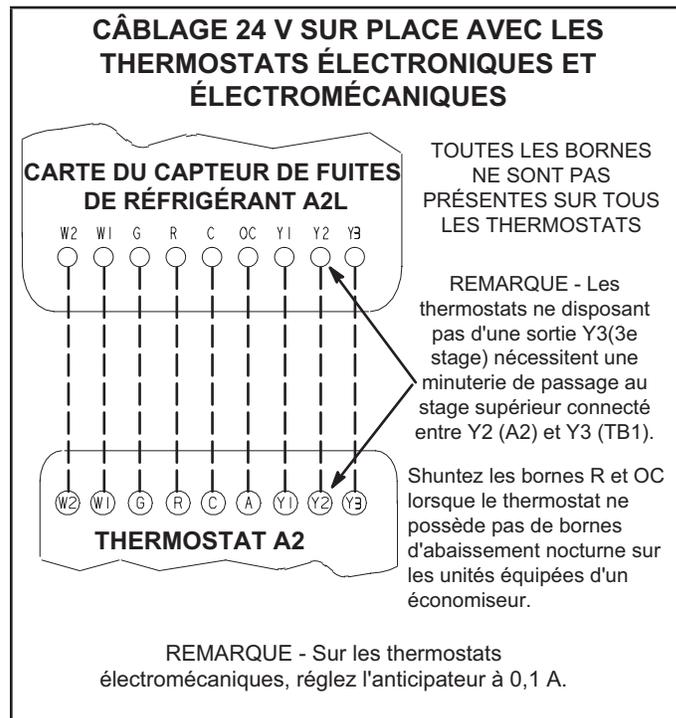

FIGURE 10
- 3 - Connectez le câblage du thermostat au bornier à vis étiquetée P1 sur le contrôleur du capteur de détection de fuites de réfrigérant situé près du centre en haut du panneau de contrôle. Câblez comme indiqué à la FIGURE 10 pour les thermostats électromécaniques et électroniques. En cas d'utilisation d'autres dispositifs de contrôle de la température ou de systèmes de gestion de l'énergie, reportez-vous aux instructions et au schéma de câblage fournis par le fabricant.